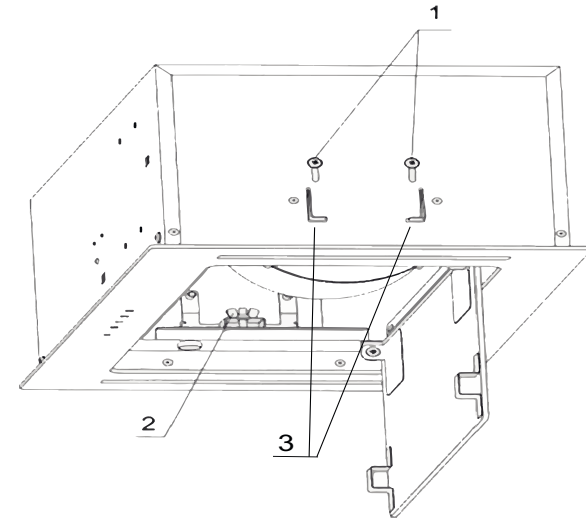

Fig. 11
- 2.2 Folosind o șurubelniță, slăbiți cu o jumătate de rotație cele patru șuruburi de pe ambele părți ale hotei (poziția 1 fig. 11).
- 2.3 Deșurubați piulița din ambele părți cu 5 rotații (nu deșurubați complet) (poziția 2 fig. 11)